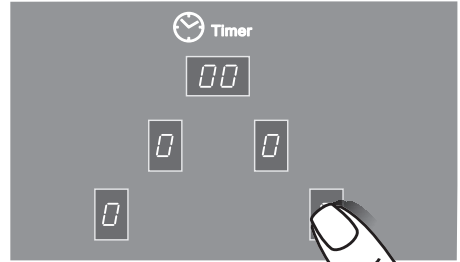

Рис.12
1. Коснуться зоны ② с обозначением выбранной конфорки, после чего конфорка перейдет в режим управления. В соответствующем окне индикации загорится «0.» (ноль с точкой) (рис.12), во всех остальных окнах - «0» (ноль без точки).